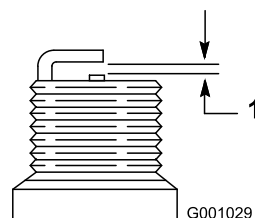

Figura 37
4. Impostate la distanza tra gli elettrodi su una nuova candela a 0,76 mm, come illustrato nella Figura 37.